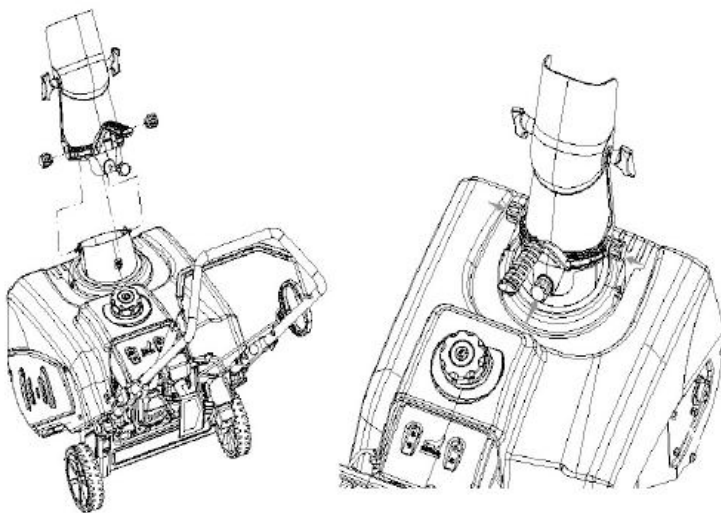

Рис. 4
- Установите желоб снегоуборщика и закрепите его гайками. (Рис. 4)